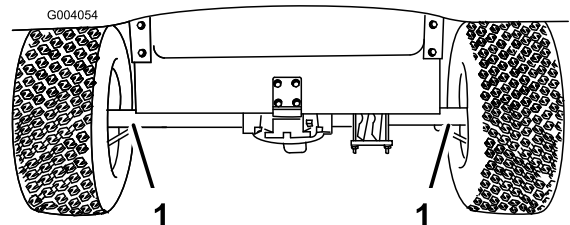
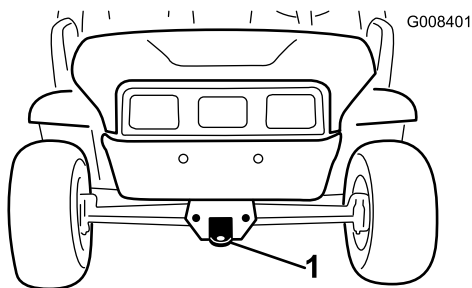

Figura 21
Figura 22
al rimorchio. Vedere Figura 21 e Figura 22 per conoscere la posizione dei punti di attacco.
2. Fissate una fune di traino al timone sulla parte anteriore del telaio (Figura 22).